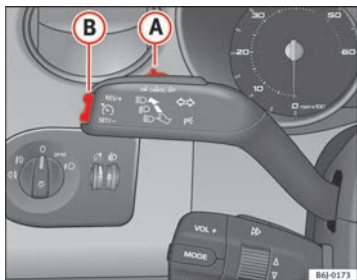

Abb. 107 Blinker- und Fernlichthebel; Schalter und Wippe für die Geschwindigkeitsregelanlage
- Drücken Sie den oberen Teil der Wippe **RES** ⇒ Abb. 107 **(B)**, um die Geschwindigkeit zu erhöhen. Solange Sie die Wippe gedrückt halten, beschleunigt das Fahrzeug. Sobald Sie die Wippe loslassen, wird die neue Geschwindigkeit gespeichert.
Wenn Sie die gespeicherte Geschwindigkeit durch Treten des Bremspedals verringern, ist die Regelung der gespeicherten Geschwindigkeit ausgeschaltet. Sie können durch einmaliges Drücken des oberen Teils der Wippe **RES+** ⇒ Abb. 107 **(B)** die Regelung wieder aufnehmen.